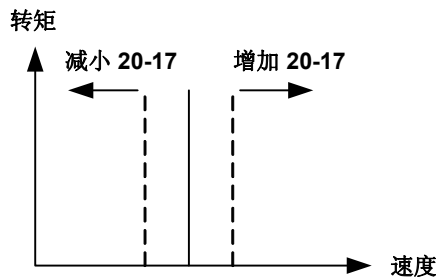

图 4.3.105 20-17 对于转矩-速度曲线的影响
- .请参阅以下图 4.3.105 的摆频 ON/OFF 控制。